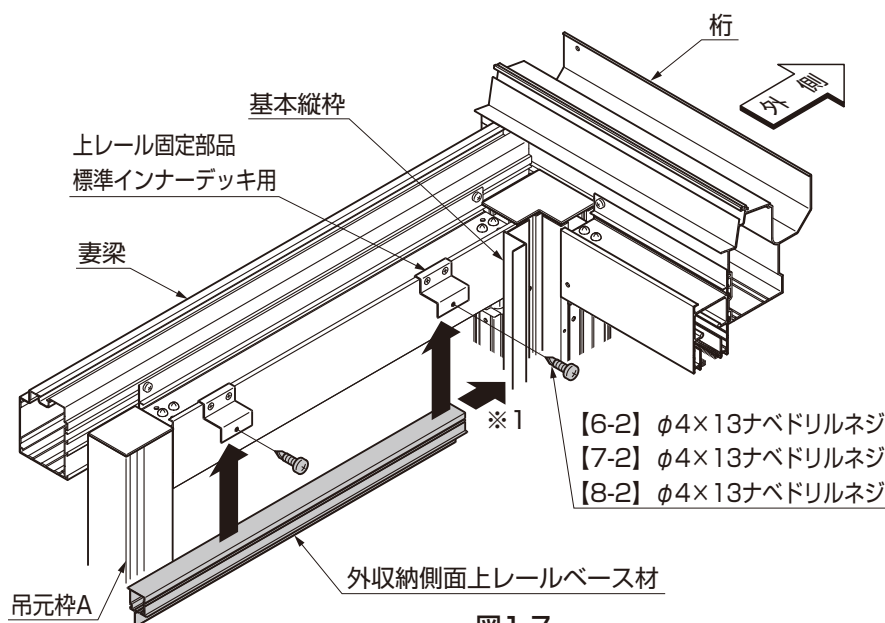

図1-7
①固定した基本縦枠を当てにして、外収納側面上レールベース材を上レール固定部品に【6-2】または【7-2】、【8-2】で取付けてください。（図1-7参照）